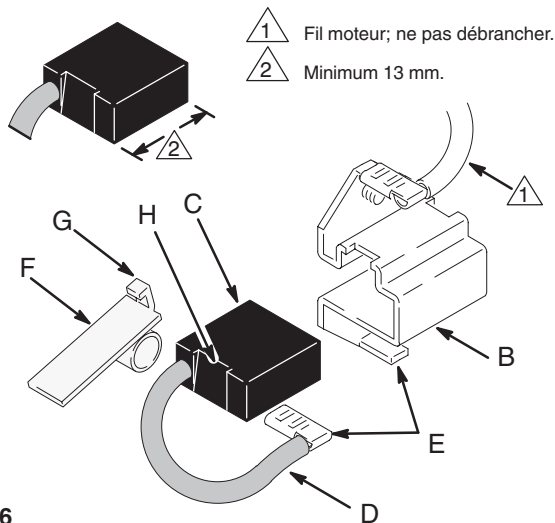

Fig. 6
3. Enfoncez le clip ressort (F) et défaire les crochets (G) du porte-balais (B). Sortir le clip ressort. Voir Fig. 6.
6. Placer un balais neuf (C) sur le porte-balais (B) la rampe (H) devant faire face au ressort. Voir Fig. 6.